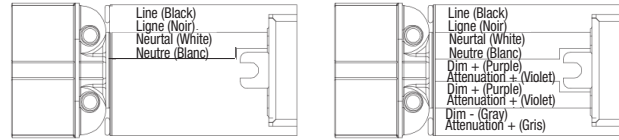

Fig 5
4. Install the driver on the mounting frame holding bracket (Fig. 5).
4. Installer le contrôleur de DEL dans le support de fixation du cadre de montage (Fig. 5).